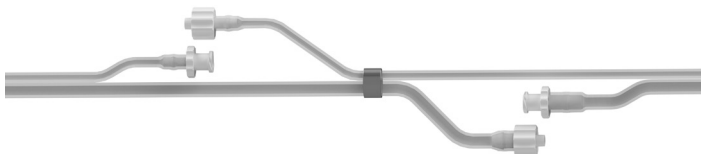

Abb. 3
- Zur Sterilisation sind die Trennstellen zu öffnen (Abb. 3).